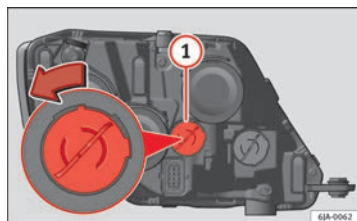

Abb. 152 Glühlampe für Tagfahrlicht auswechseln
- Drehen Sie den Lampenträger ⇒ Abb. 152 ① gegen den Uhrzeigersinn und nehmen Sie ihn ab.